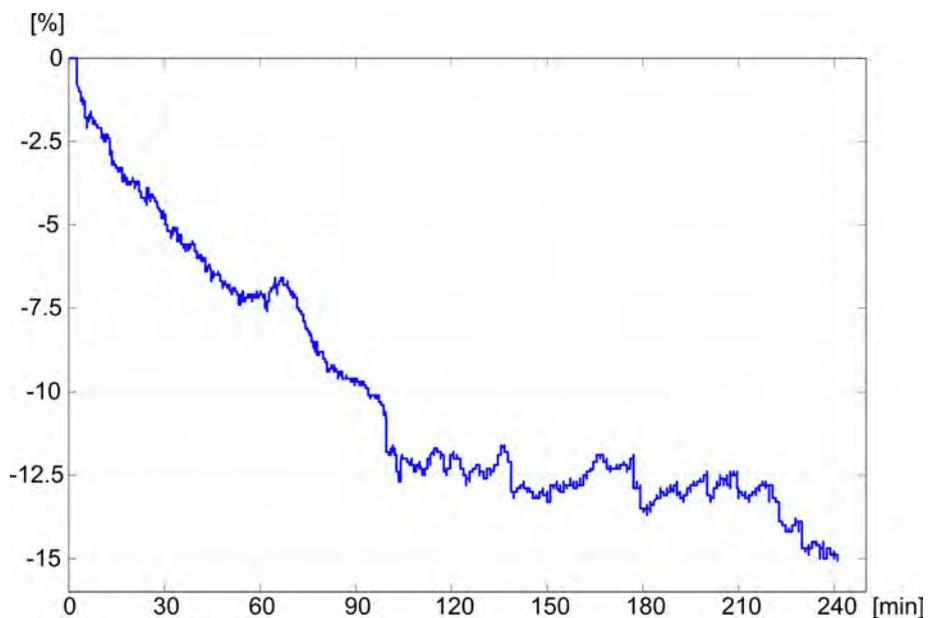

Fig. 11-21 Tendência do volume relativo de sangue (em %) durante o tratamento (tempo em minutos)
O sensor de hematócrito (opcional) (consulte a secção 11.4 Sensor de hematócritos (sensor HCT) (291)) apresenta valores do volume de sangue relativo (volume de sangue delta em %) em intervalos de tempo de 10 segundos. A função bioLogic Fusion utiliza estes valores para calcular os declives dos últimos 10 minutos da tendência RBV (Fig. 11-21) para monitorizar o desenvolvimento da redução de RBV.